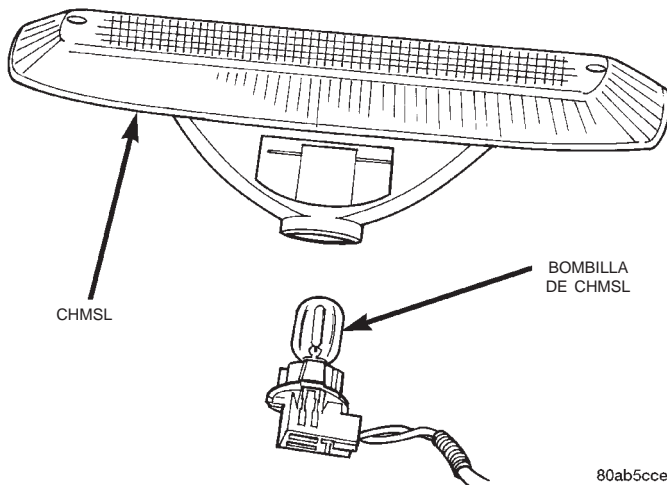

Fig. 1 Luz de stop central superior
(1) Retire los (2) tornillos que fijan la luz de stop central en la compuerta levadiza trasera.
(2) Tire de la luz de la compuerta levadiza trasera, gire el portalámparas un cuarto de vuelta y sáquelo del alojamiento de la luz (Fig. 1).